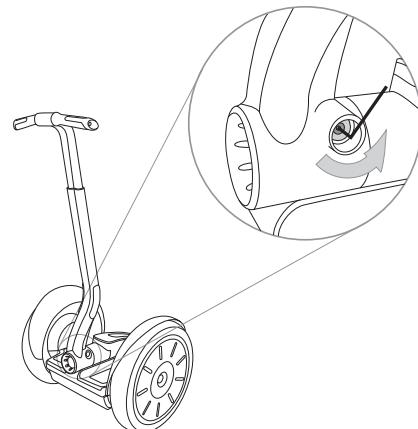

Figure 1. Desserrage de la vis maintenant le cadre LeanSteer en place
1. Desserrez le boulon du cadre LeanSteer à l'aide d'une clé hexagonale de 5 mm. Conservez ce boulon dans un endroit sûr afin de pouvoir l'utiliser à l'avenir. Référez-vous à la figure 1.